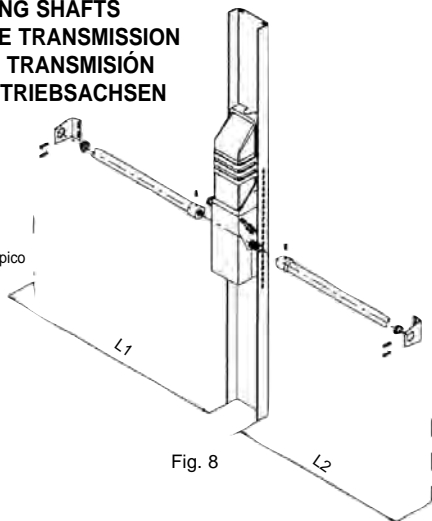

Fig. 8
1. Tagliare gli assi di trasmissione alla lunghezza (L1 - 60 mm) ed (L2 - 60 mm) di Fig. 8 (L1 ed L2 non devono superare 1670 mm).
1. Cut the shafts to the length (L1 - 60 mm) and (L2 - 60 mm) of Fig. 8. (L1 and L2 must not exceed 1670 mm).
1. Couper les axes de transmission à la longueur (L1 - 60 mm) et (L2 - 60 mm) de la Fig. 8 (L1 et L2 ne doivent pas dépasser 1670 mm).
1. Die Antriebsachsen auf die Länge (L1 - 60 mm) und (L2 - 60 mm) der Abb. 8 schneiden (L1 und L2 dürfen 1670 mm nicht überschreiten).